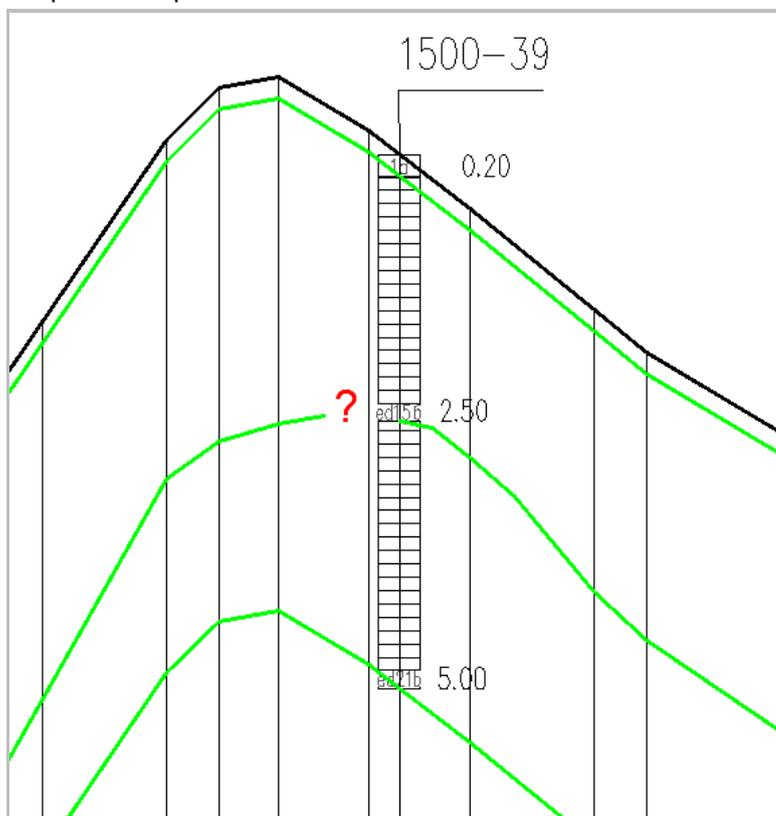

Рис. 59. Команда Проверить подключения выполняется автоматически при загрузке чертежа, а также после синхронизации и модификации объектов геологических линий.
- К границе слоя в скважине должны быть подсоединены (с помощью объектной привязки AutoCAD) две геопрофили: одна справа, другая слева; или одна геопрофиль должна проходить через границу слоя (см. Подключение к горизонтам ИГЭ). При отсутствии соединения геопрофилей к слою скважины на объекте СКВАЖИНА отображается знак вопроса (?) напротив соответствующего слоя (см. Рис. 59). Команда Проверить подключения позволяет найти и исправить «проблемные места».